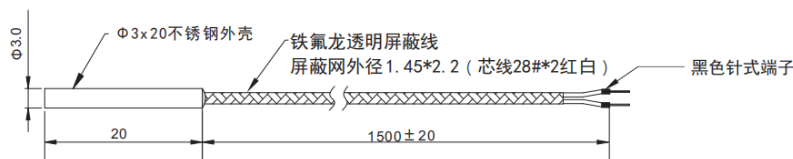

图 2.18 测温传感器外形图
- (14) 信号处理单元嵌入式安装开口尺寸：138mm×92mm
- (15) 测温传感器：测温传感器长度数据说明见图 2.18
- (16) 执行标准：GB 14287.2-2014；GB 14287.3-2014